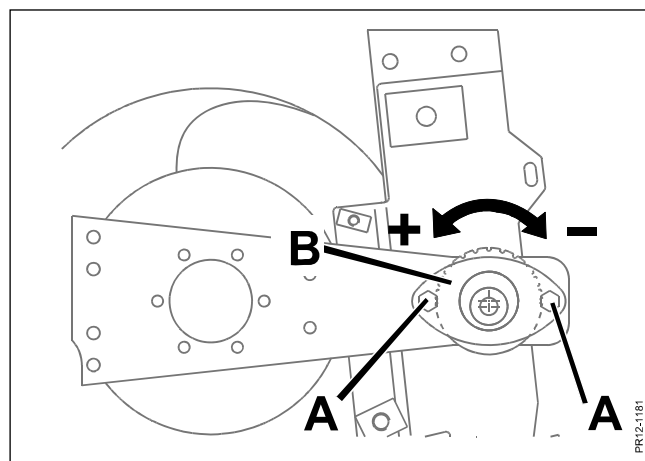

Рис. 7-7
- Рис. 7-7 Ослабьте два болта **A**, после чего можно повернуть эксцентрик **B** с помощью отвертки и т.д. Направление + служит для натягивания, направление – служит для ослабления.